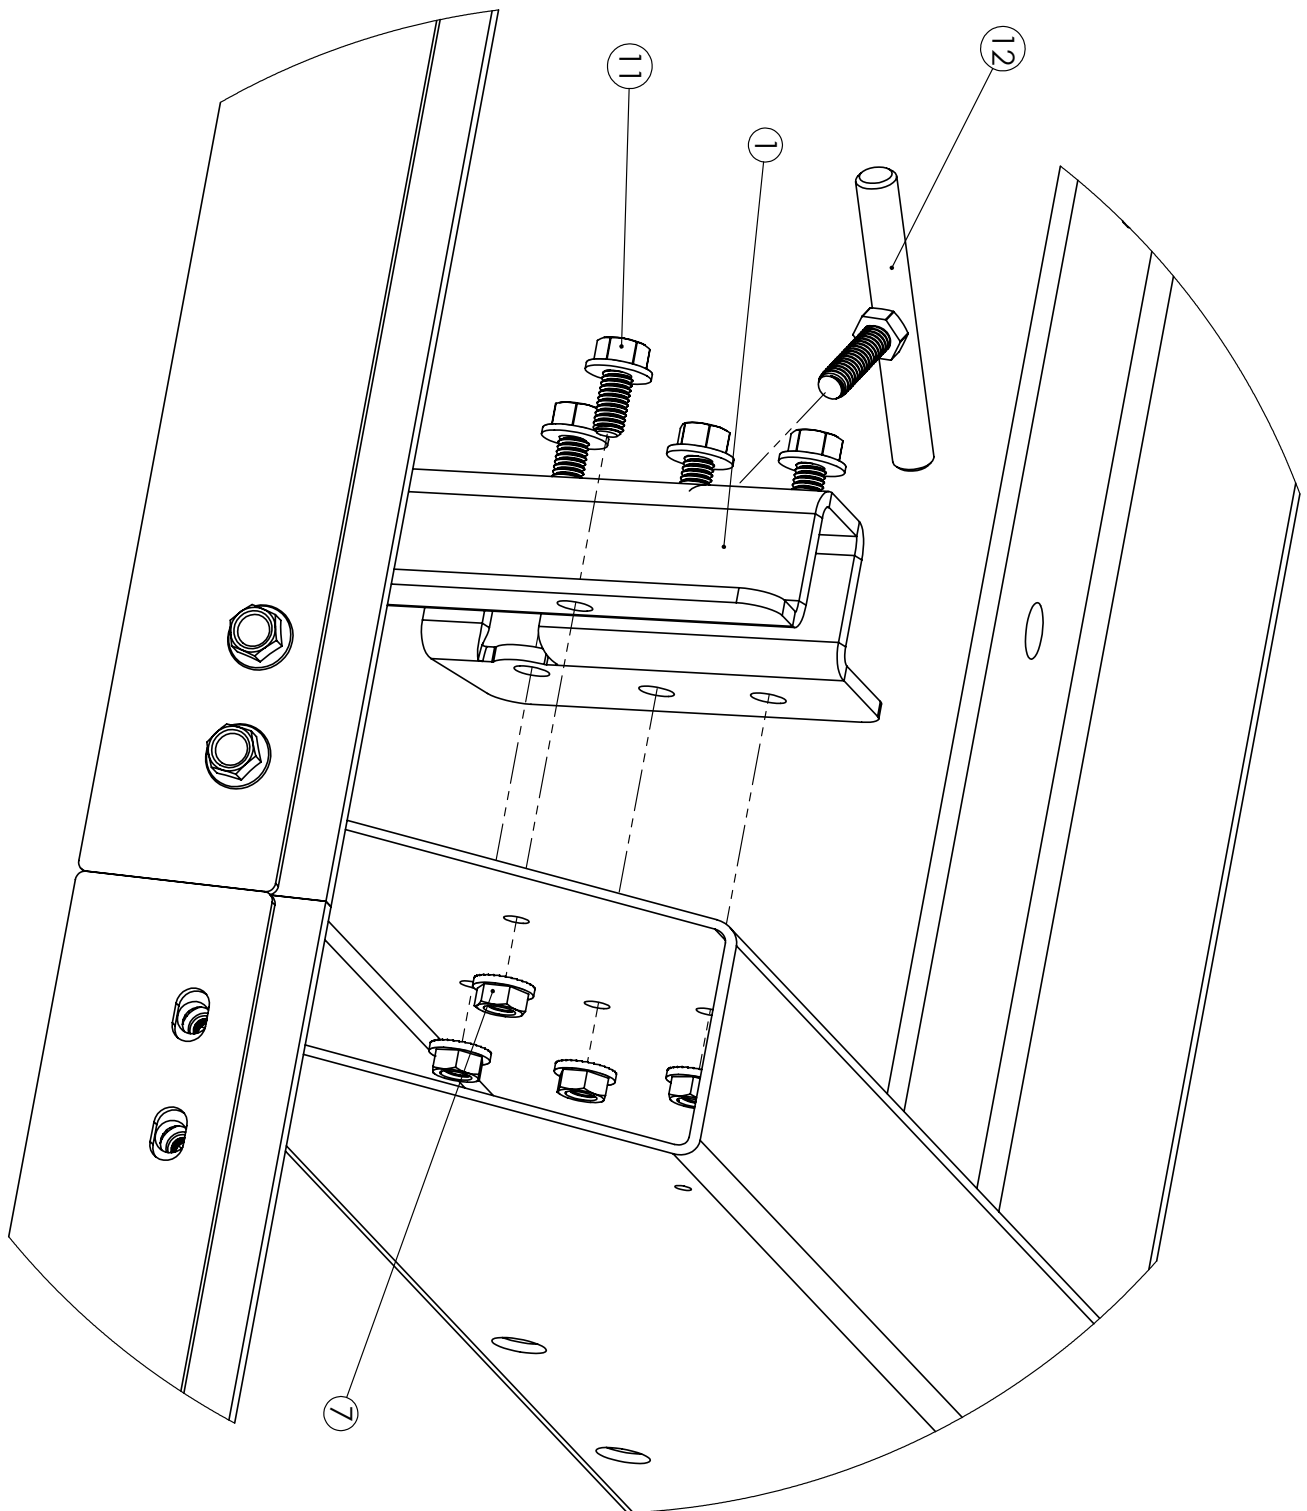

ABBILDUNG 2
1. Den Aufnehmer für den Stammlader-Windenmast (Artikel 1) am Querbalken in der Mitte Ihres Frontier-Sägewerks montieren. Vier M10 x 20 mm-Flanschbolzen (Artikel 11) und M10-Muttern (Artikel 7) verwenden. (Siehe Abb. 2.)